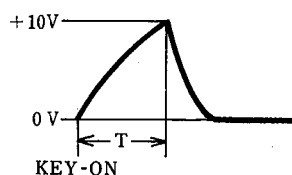

図 2
KEY-ON (KTR (I-3) 端子が -7V) した時、C (III-4) 端子に図 2 が得られ、図 2 の T が $4 \pm 0.1\text{ms}$ になる様に (VR 5) により調整する。
② 次に TP 5 が $+3 \pm 0.05\text{V}$ になる様に、ATTACK TIME (PVR 6) レバーをセットして、KEY-ON した時、図 2 の T が 125ms より長い時は、さらに長く、短かい時は短くなる様に (VR 6) により調整する。
再度、TP 5 を $+8 \pm 0.1\text{V}$ にして、図 2 の T が $4 \pm 0.1\text{ms}$ になる様に (VR 5) により調整する。